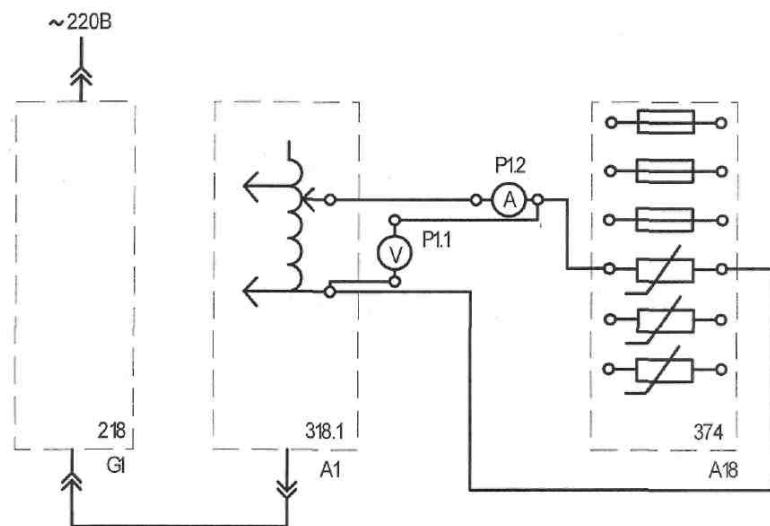

Рис. 8.1. Схема электрическая соединений элементов стенда для снятия вольт-амперной характеристики ограничителя перенапряжений
**К пункту 1.1.** Собрать схему по рис. 8.1.